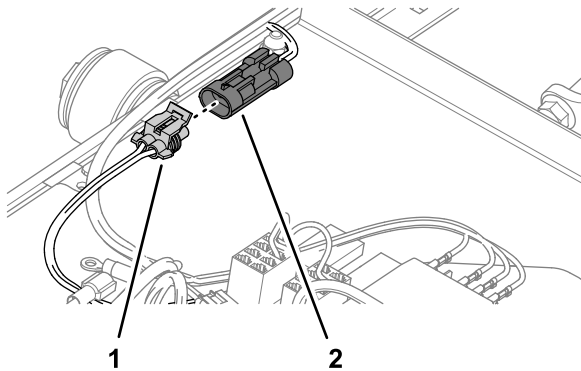

**Figura 10**
5. Conecte el conector de 2 pines del arnés de cables del kit al conector hembra de 2 vías del arnés del ventilador de refrigeración (Figura 10).
4. Conecte el conector de 5 pines del interruptor del ventilador al conector hembra de 5 vías del arnés de cables del kit (Figura 10).